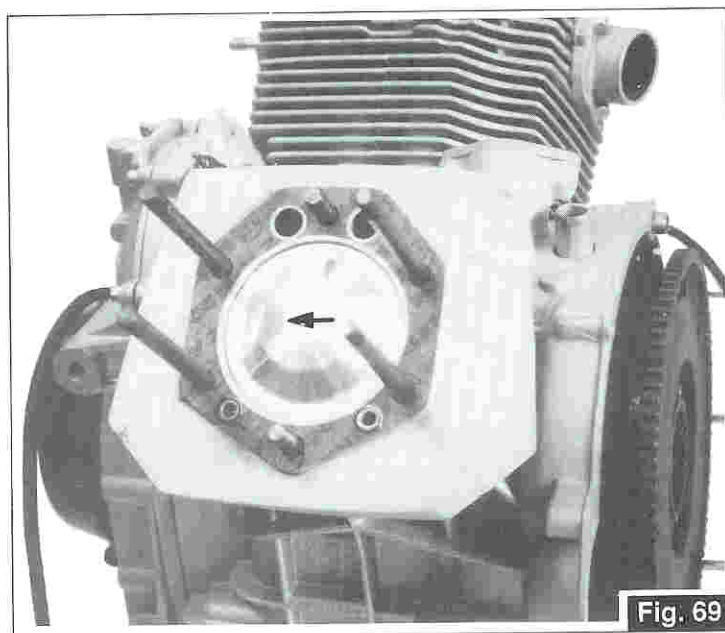
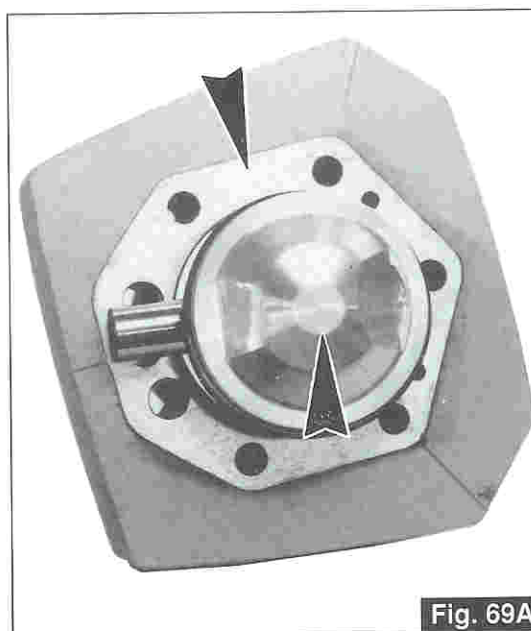

Fig. 69
Fig. 69A
- Il senso di montaggio del pistone è indicato dalla freccia stampigliata sullo stesso (la freccia dovrà essere rivolta in avanti vedi Fig. 69). Il gruppo cilindro e pistone dovrà essere accoppiato in base alla classe di selezione stampigliata sui 2 componenti (A con A, B con B, C con C) Fig. 69A.
- The piston has an arrow stamped on it that shows the correct direction for the piston (the arrow must be pointing forward as shown in Fig. 69). Cylinder and piston should be matched from the same selection marked with a letter stamped on each of them (A with A, B with B, C with C) Fig. 69A.